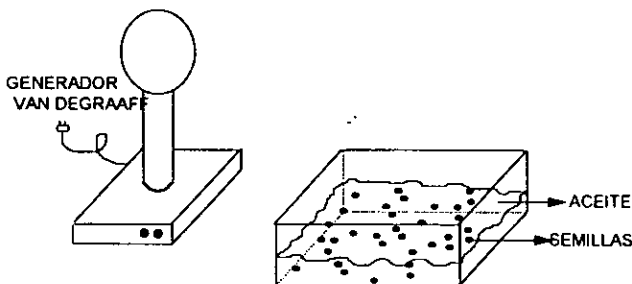

FIGURA 8
a) Considerar el siguiente dispositivo figura 8.